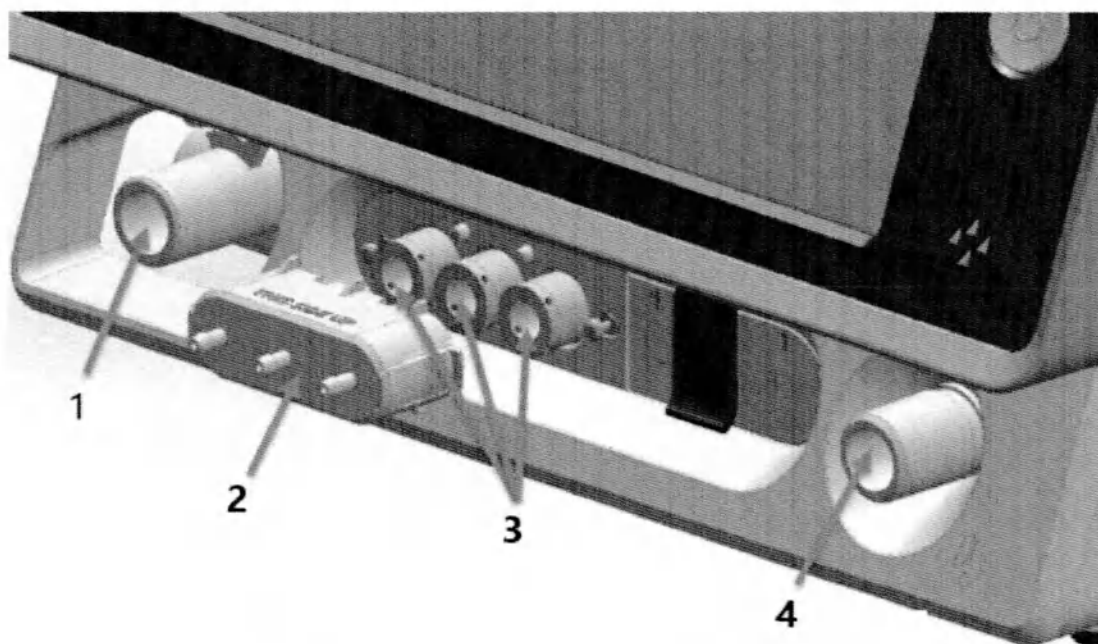

Рис.5. Быстроразъемное соединение дыхательного контура
1. Подсоедините быстроразъемный коннектор проксимального датчика потока дыхательного контура к порту на передней панели (рис.5, поз.2 и 3) и убедитесь, что он надежно зафиксирован боковыми защелками разъема.
2. Присоедините патрубок вдоха к выпускному отверстию на передней панели (рис.5, поз.1).
4. Присоедините линию выдоха дыхательного контура к клапану выдоха на передней панели аппарата (рис.5, поз.4).